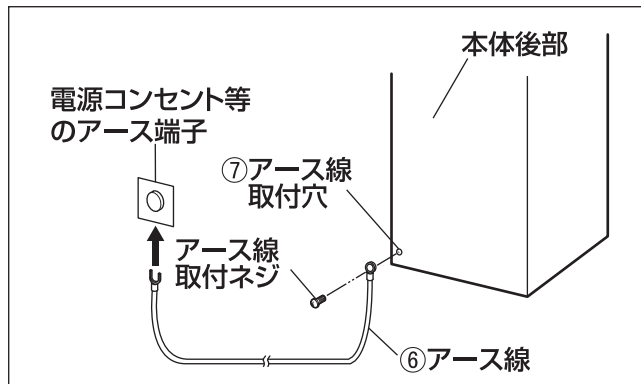

図4 アース線の取り付け
**P6 図4 参照**
…この穴にアース線⑥を取り付けてください。 図4 参照
P6 図4 参照